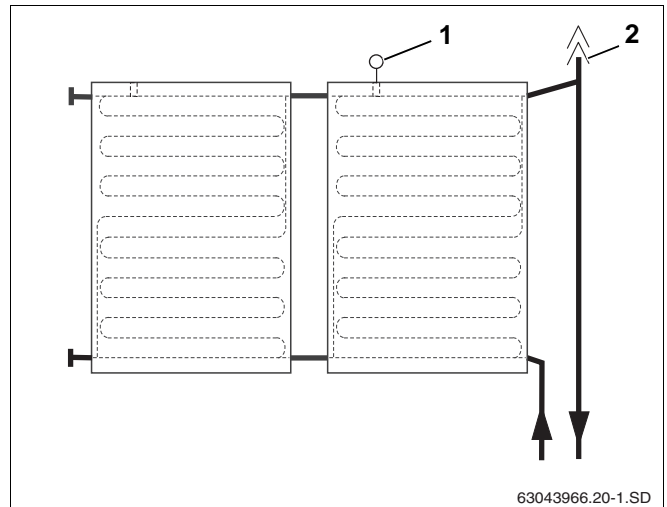

Fig. 35 Luftpotte med udlufter til fremløbstilslutning
Hvis solvarmeanlægget skal udluftes med en autom. udlufter (tilbehør) på anlæggets højeste punkt, skal fremløbsledningen lægges med stigning til udlufteren (fig. 35, **pos. 2**) og returledningen med stigning til solfangerne (fig. 35).